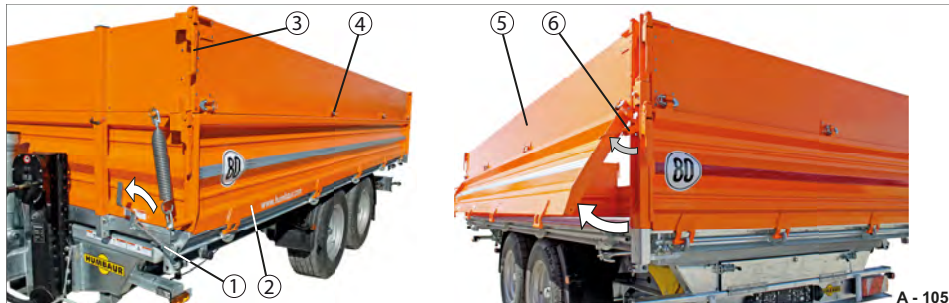

Abb. 110 Bordwände seitlich mit Bordwandaufsatz im Verbund pendelnd
Die Verschlüsse des Bordwand-aufsatzes (Abb. 110/3) müssen geschlossen bleiben!
Die Scharniere (Abb. 110/4) müssen gesichert sein!
- ▶ Entriegeln Sie die Verschlüsse der Grundbordwand (Abb. 110/6).
- ▶ Entriegeln Sie die Zentralverriegelung (Abb. 110/1).
- ▶ Schließen Sie die Zentralverriegelung (Abb. 110/1).
- ▶ Verriegeln Sie die Verschlüsse der Grundbordwand (Abb. 110/6). Die Grundbordwand mit Bordwand-aufsatz sind verriegelt.